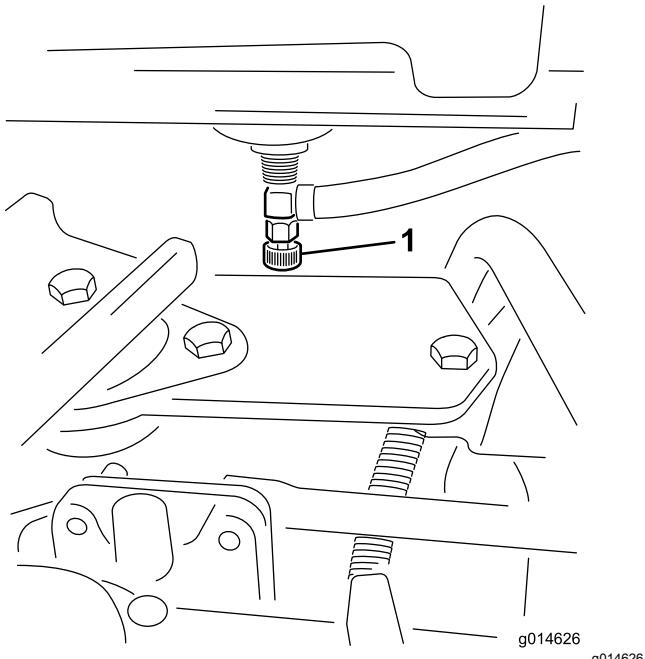

Рисунок 35
1. Закройте отсечной топливный клапан, расположенныйный под топливным баком (Рисунок 35).